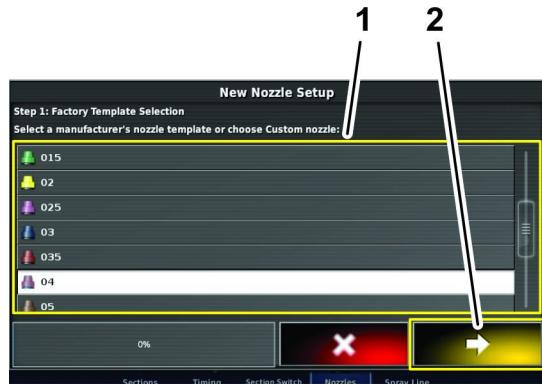

Figura 77
5. En el paso 1 de la pantalla New Nozzle Setup (Configuración de nueva boquilla), pulse el icono de la nueva boquilla según el caudal o el color indicado en la sección de plantilla de fábrica (Figura 77).